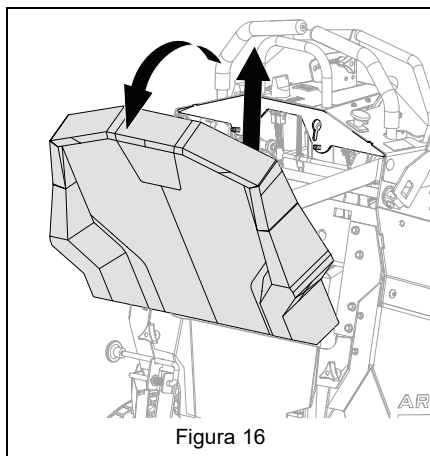

Figura 16
7. Tirare il pad di accesso verso l'alto e poi all'indietro per rimuoverlo. Vedere Figura 16.